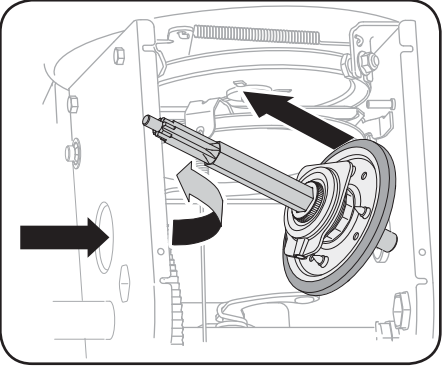

Figure 4-21
6. Abaissez doucement l'arbre hexagonal vers la gauche avant de faire glisser la roue de frottement de l'arbre. Voir la Figure 4-21.